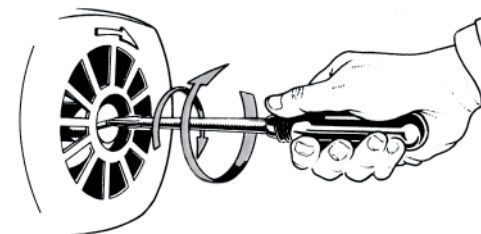

Figura 4: Desbloquear eje
Motor bloqueado	Desbloquee el eje (figura 4) y compruebe el condensador
- Compruebe que el eje de la bomba gire libremente y no esté bloqueado (figura 4).